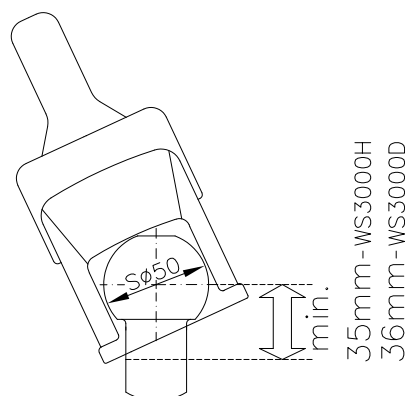

Bild 1: Kugelstange Zugfahrzeug
**1.3** Die Zugkugelkupplung WS 3000 kann zusammen mit Kupplungskugeln nach DIN 74058 / ISO 1103 nur dann eingesetzt werden, wenn der Kugelhals bei Verwendung der WS 3000 H im Bereich von 35 mm frei von Anbauteilen ist, bei der WS 3000 D im Bereich von 36 mm. (Bild1) (statt 32 mm nach DIN 74058 / ISO 1103)